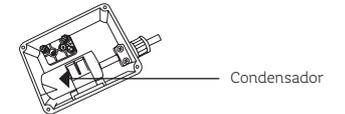

Figura 12.
2. Pasa el cable por el orificio en la parte posterior, aflojando las tuercas para su conexión (ver Figura 12).